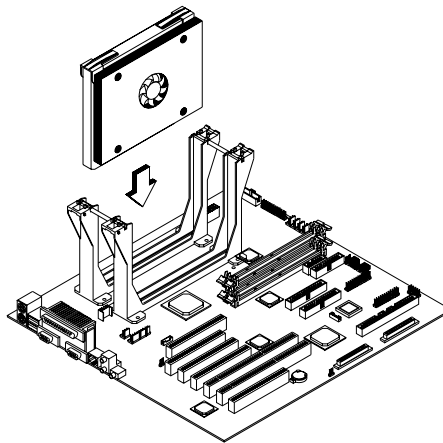

Abbildung 3-6 Pentium III Xeon-Prozessor
2. Setzen Sie den Pentium III Xeon-Prozessor gemäß Abbildung 3-6 in einen freien Slot-2-Steckplatz ein.